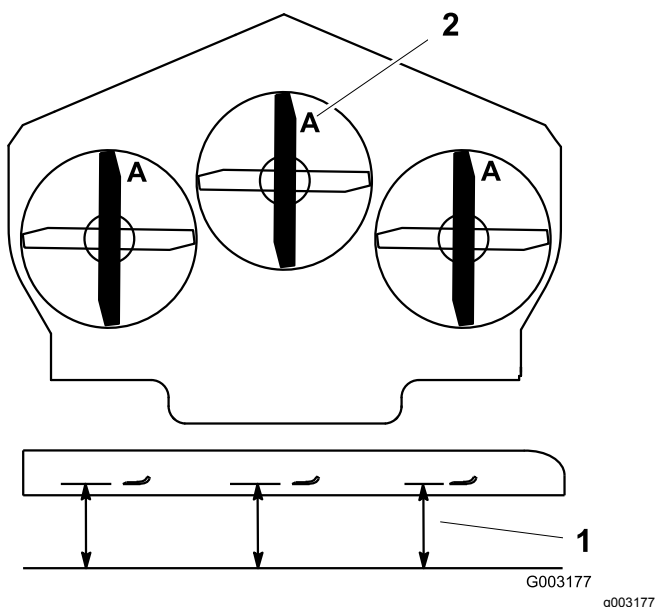

Figura 109
4. Mida desde una superficie nivelada hasta el filo de corte, posición **A**, de las cuchillas (Figura 109).